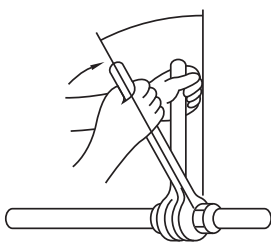

Fig. 4-8
- Breng een dun laagje koelolie aan op het verbindingsvlak van de leiding. (Fig. 4-8)